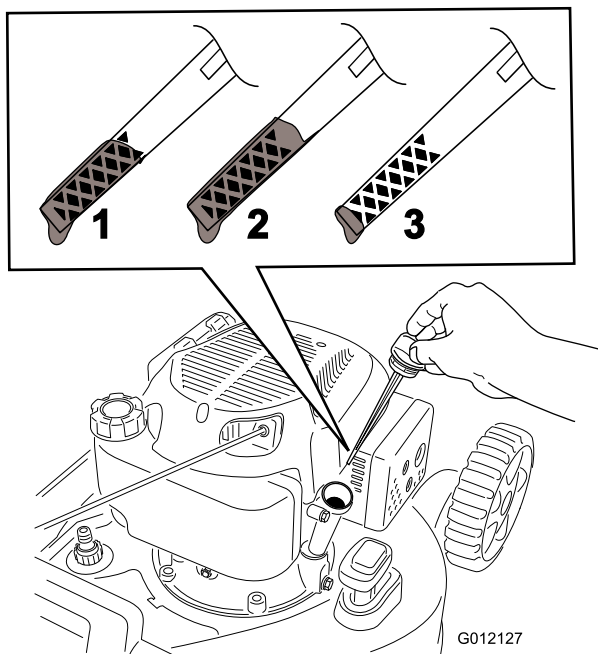

Рисунок 23
9. Выньте масломерный щуп и проверьте уровень масла по щупу (**Рисунок 23**).